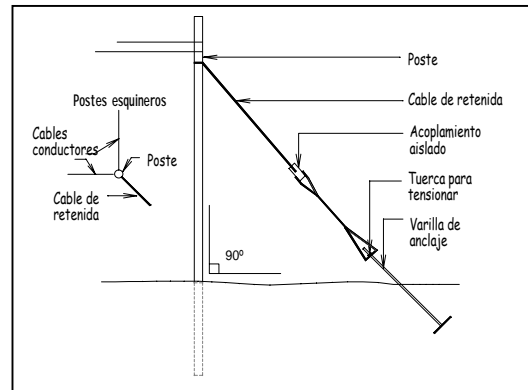

Figura 14-5 Uso de retenidas para sostener los postes y ayudar a tensionar los cables
- Paso 2 : Calcular cuantos postes van a requerir de retenidas (incluyendo los postes de remates y los de ángulos (ver Figura 14-5).